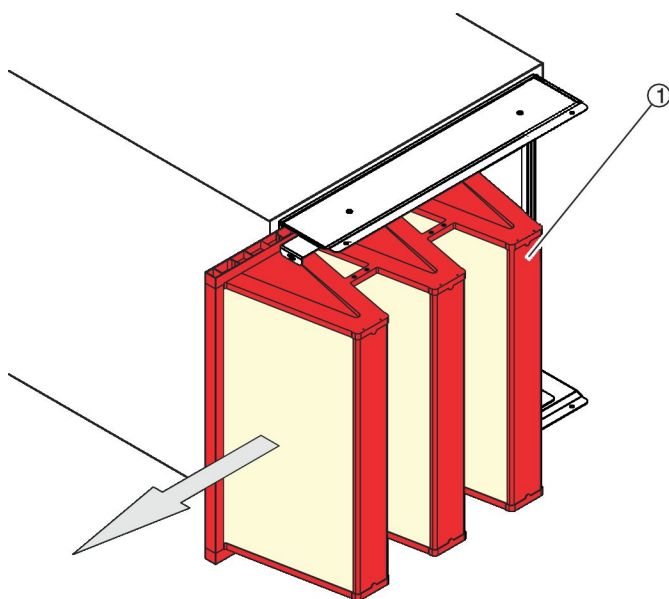

Fig. 59 : Retrait de l'élément filtrant
5. ▶ Retirer l'élément filtrant (Fig. 59 /1) latéralement.